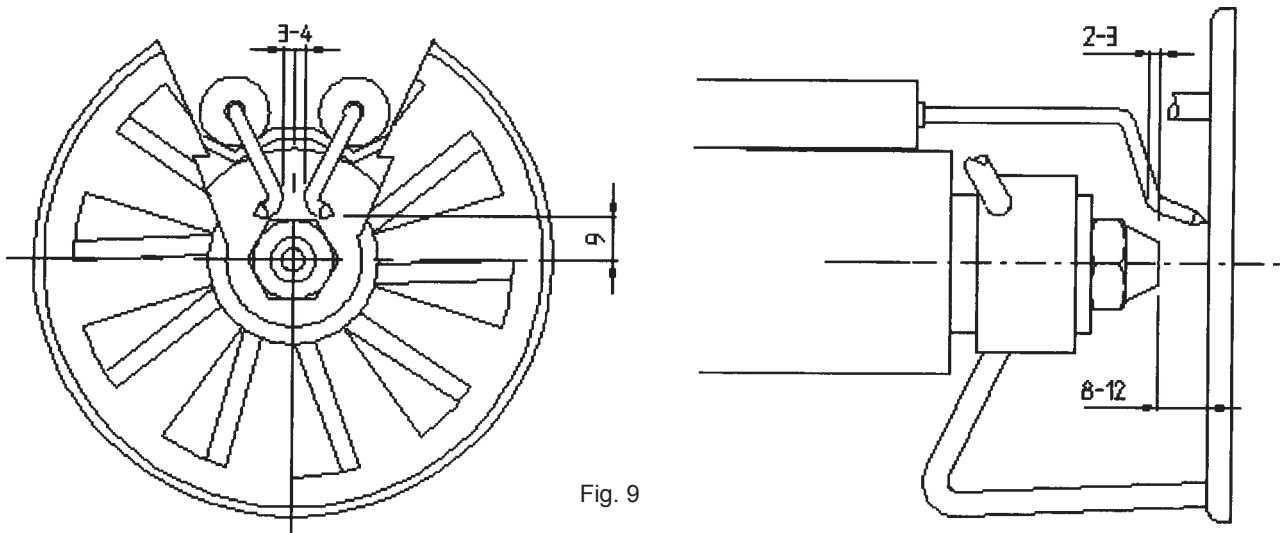

Fig. 9
- esame elettrodi di accensione e relativi isolatori in ceramica, pulizia, eventuale registrazione e, se necessario, sostituzione (vedi fig. 9);